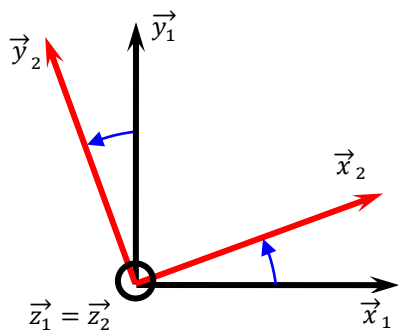

Figure 3
- compléter le dessin avec les autres vecteurs de base en respectant l'orientation directe de la base (fig. 3),